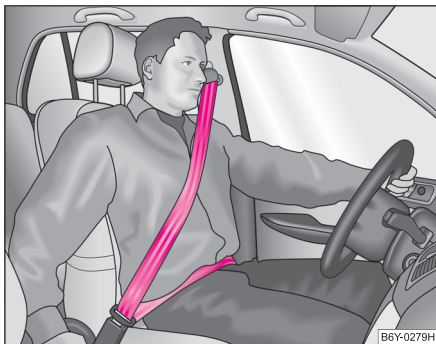

Fig. 121 Centura de siguranță pentru umăr și bazin
- Partea de umăr a centurii nu trebuie să treacă peste gât, ci aproximativ peste mijlocul umerilor și să aibă un contact ferm cu corpul. Partea din dreptul bazinului trebuie să aibă întotdeauna un contact ferm cu bazinul și să fie plasată cât mai jos ⇒ pagina 123, fig. 121. Îndreptați cu mâna banda centurii.